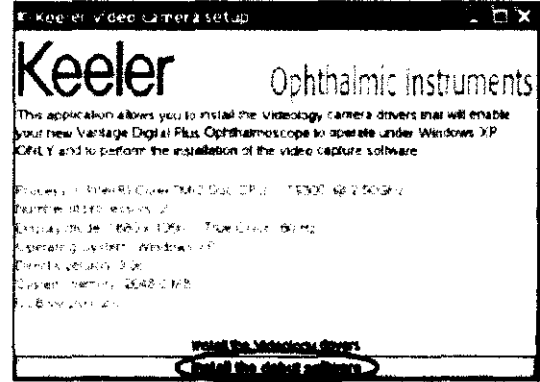

Figura 16
15. Vuelva a la pantalla "Keeler video camera setup" y haga clic en la opción "Install the debut software" tal como se muestra en la Figura 16.